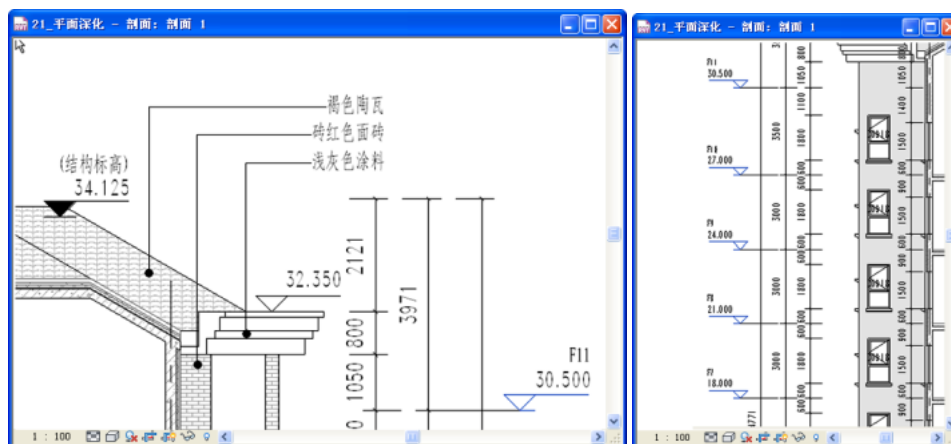

图 6-58
- 18) 在左侧服务阳台位置标记可见窗的窗标记，单击“注释”选项卡>“标记”面板>“按类别标记”工具，取消选项栏“引线”的勾选，单击放置在左侧可见窗上进行标记（如图 6-58 所示）。